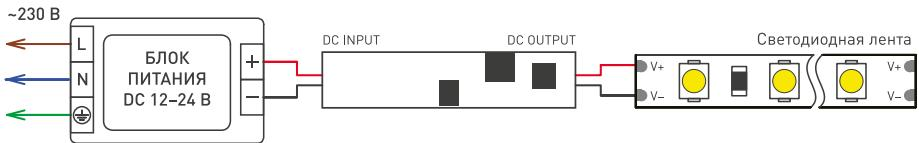

Рис. 3. Схема подключения выключателя SMART-DOOR
3.3. Подключите выключатель согласно схеме на рис. 3.